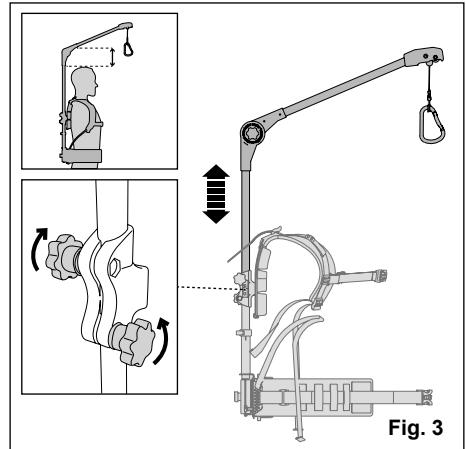

Fig. 3
- Desserrez les boutons pour ajuster l'espace entre vos épaules et le pièce au-dessus de votre tête. (Fig 3).